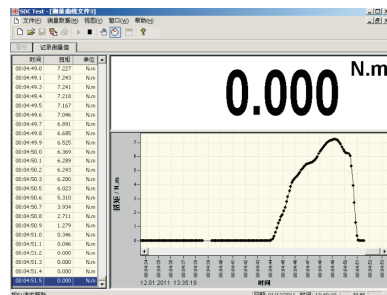

图12
- H、点击开始按键▶后，再按TIMER键(⌚)，开始采集测试数据曲线（图12）；